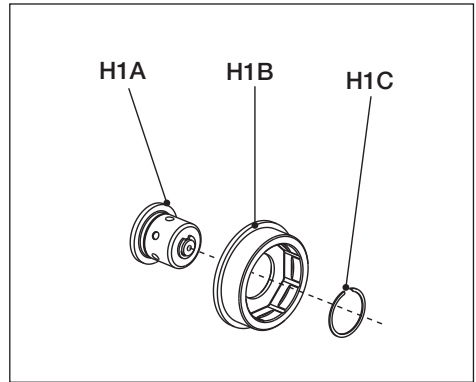

Abb. 27
5.3.10 Entriegelung des Antriebseinsatzes - Aus- und Einbau (Abb. 27)